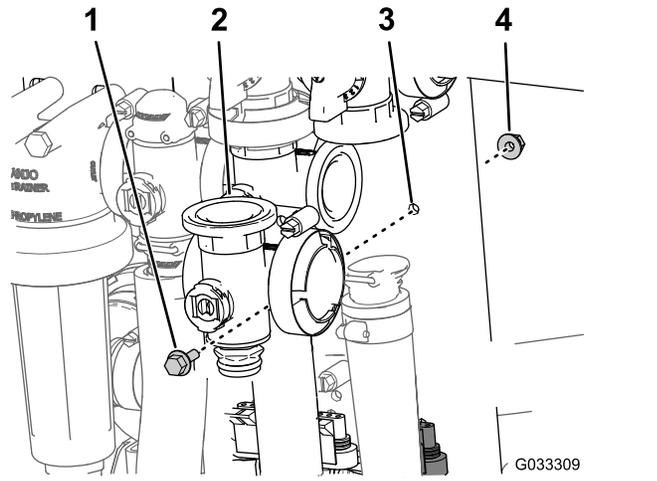

图 72
3. 卸下将主喷洒臂段阀固定至阀安装座的凸缘头螺栓和凸缘锁紧螺母然后从机器中拆下阀歧管图 72。